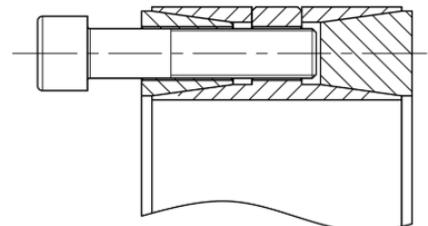

Fig.3
- III. A liberação do anel traseiro (Fig 3) ocorrerá quando apertar os parafusos extratores montados nas roscas extratoras do anel interno.